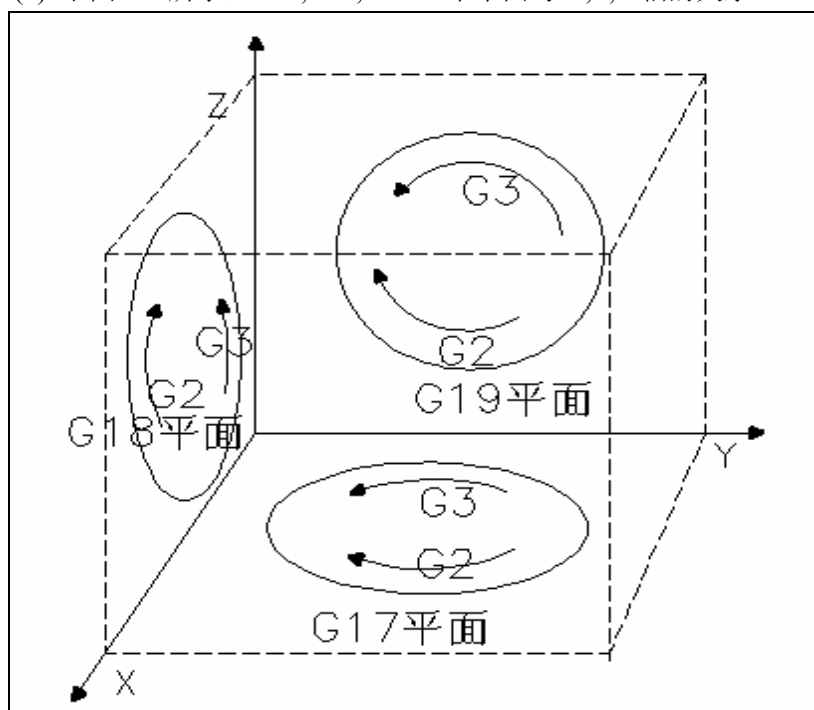

图 6-3 G17,G18,G19 三个平面关系示意图
(1) 下图 6-3 所示, G17,G18,G19 三个平面与 X,Y,Z 轴的关系